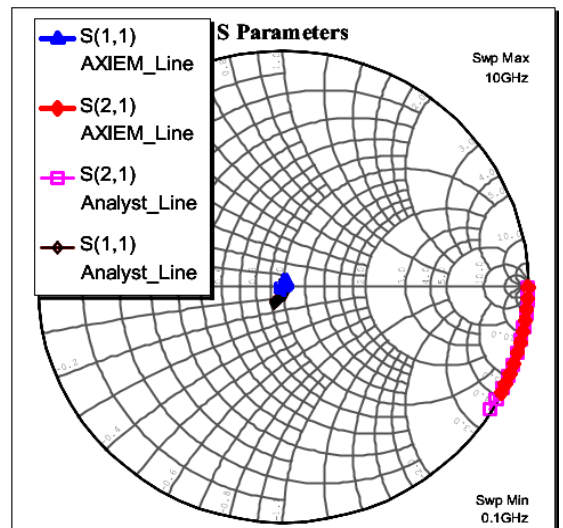

Рис. 41
4. Чтобы отобразить графики, щёлкните по значку **Analyze** на панели инструментов. график будет выглядеть, как показано на рис. 41..